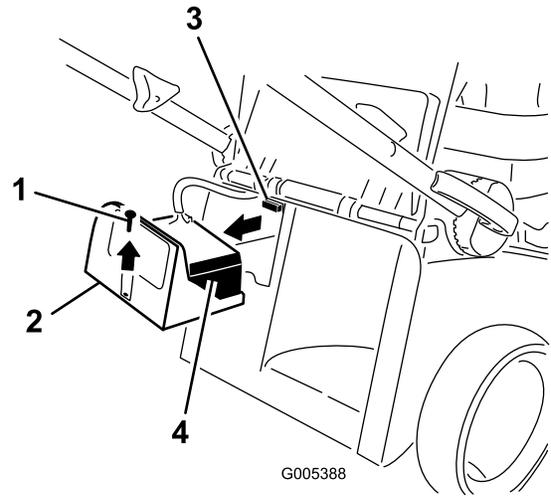

Figure 8
- Enlevez le couvercle de la batterie et la batterie, et localisez le porte-fusible (Figure 8).